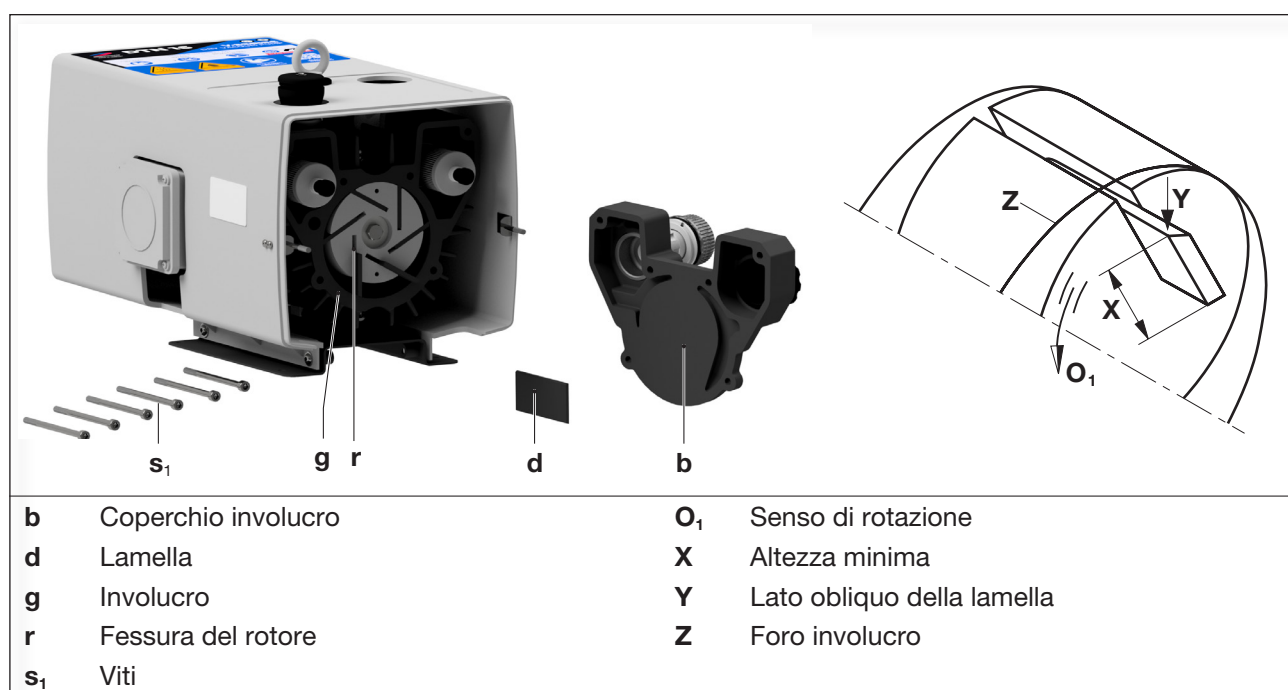

Fig. 5 Sostituzione lamelle
- Allentare le sei viti (Fig. 5/s1) del coperchio dell'involucro (Fig. 5/b) e rimuovere il coperchio.
- Rimuovere tutte le lamelle (Fig. 5/d) per l'ispezione.
Le lamelle devono avere la seguente altezza minima (Fig. 5/X):
- Soffiare l'involucro (Fig. 5/g) e le fessure del rotore (Fig. 5/r).
- h) Inserire tutte le lamelle (Fig. 5/d) nelle fessure del rotore (Fig. 5/r). Fare attenzione a inserire le lamelle con il lato obliquo (Fig. 5/Y) rivolto verso l'esterno e che nel senso di rotazione (Fig. 5/O1) corrispondano con il percorso del foro dell'involucro (Fig. 5/Z).
- i) Montare il coperchio dell'involucro (Fig. 5/b) con le sei viti (Fig. 5/s1).